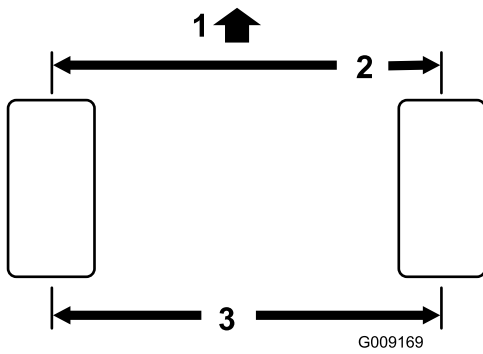

Figura 53
2. Mida la distancia entre centros (a la altura del eje) en la parte delantera y trasera de los neumáticos de dirección (Figura 53).